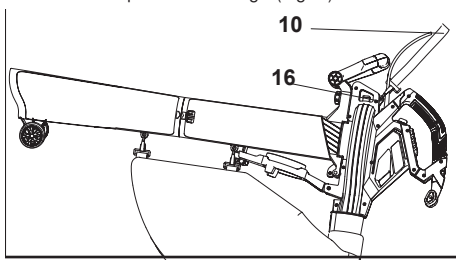
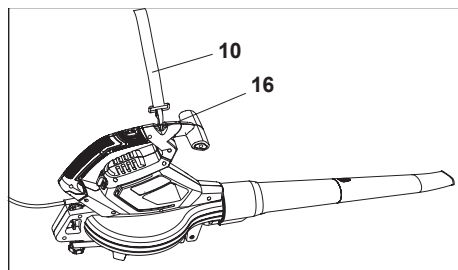

Fig. 8
Fig. 9
2. Ajustez la longueur du harnais (10) de manière à ce que le clip de fixation (10a) soit à environ 15 cm en dessous de votre taille.
3. Placez le clip de fixation (10a) dans l'orifice de suspension (7) lorsque l'appareil est assemblé pour l'aspiration (Fig. 8) ; placez le clip de fixation (14a) dans l'orifice de suspension (11a) lorsque l'appareil est assemblé pour le soufflage (Fig. 9).